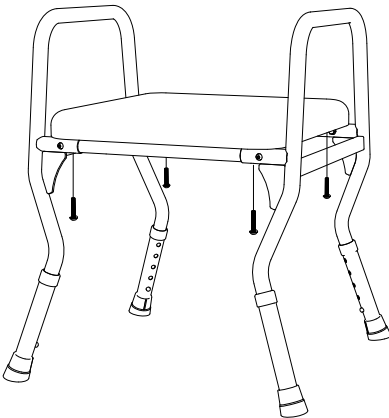

Abb.3
1. Legen Sie das Sitzpolster von oben passend auf die vorgesehenen Rahmenbohrungen (Abb. 3).